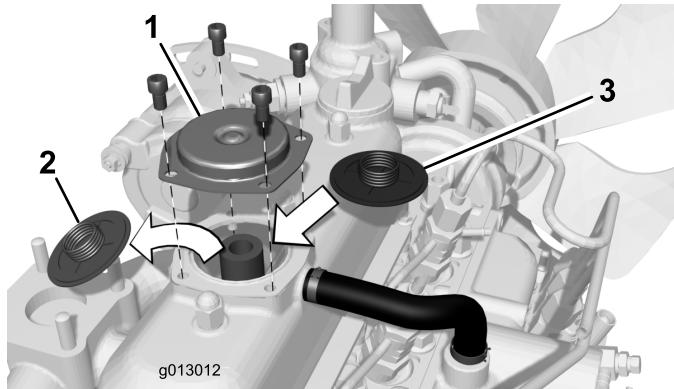

Bild 1
3. Entfernen Sie ggf. Schmutz von der Entlüfterabdeckung an der Ventilabdeckung (Bild 1).
4. Entfernen Sie alle vier Schrauben, mit denen die Entlüfterabdeckung an der Ventilabdeckung befestigt ist (Bild 1). Entfernen Sie die Entlüfterabdeckung.
**Wichtig:** Entfernen Sie Schmutz und Rückstände vom vorhandenen Entlüfterventil, bevor Sie es von der Öffnung in der Ventilabdeckung entfernen, um eine Verunreinigung des Motors zu vermeiden (Bild 1).
5. Entfernen Sie das vorhandene Entlüfterventil von der Öffnung in der Ventilabdeckung (Bild 1).